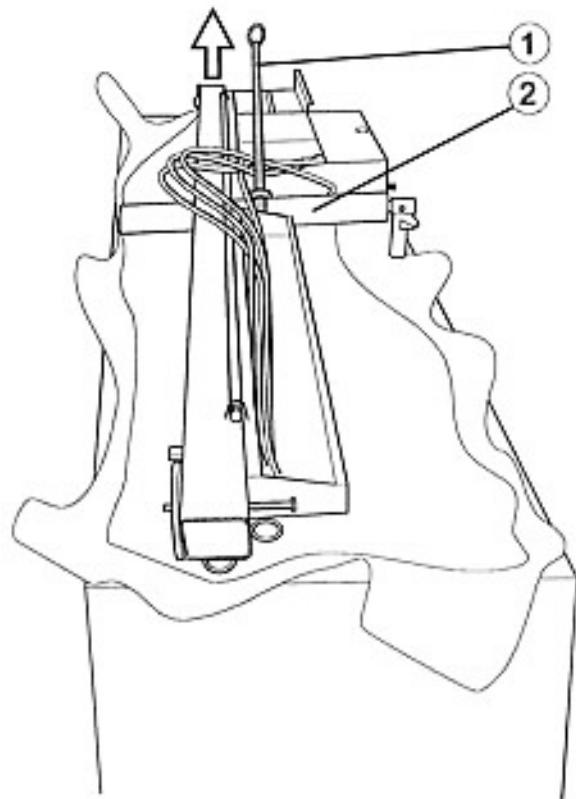

Bild 7 / Fig. 7
- ⇒ Gurte oder Seile (Bild 7, Pos. 1) am Mittelholm (Bild 7, Pos. 2) befestigen.